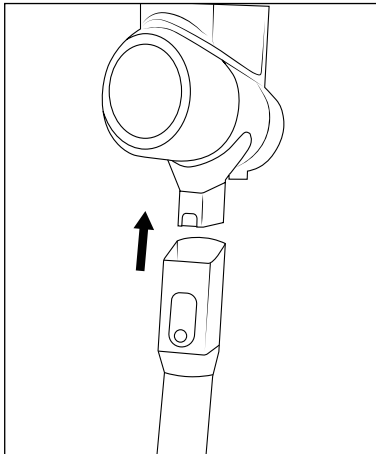

Abb. 1
- 1) Schieben Sie das Saugrohr **23** auf das Gerät, bis es hörbar mit einem Klickgeräusch einrastet (siehe Abb. 1).